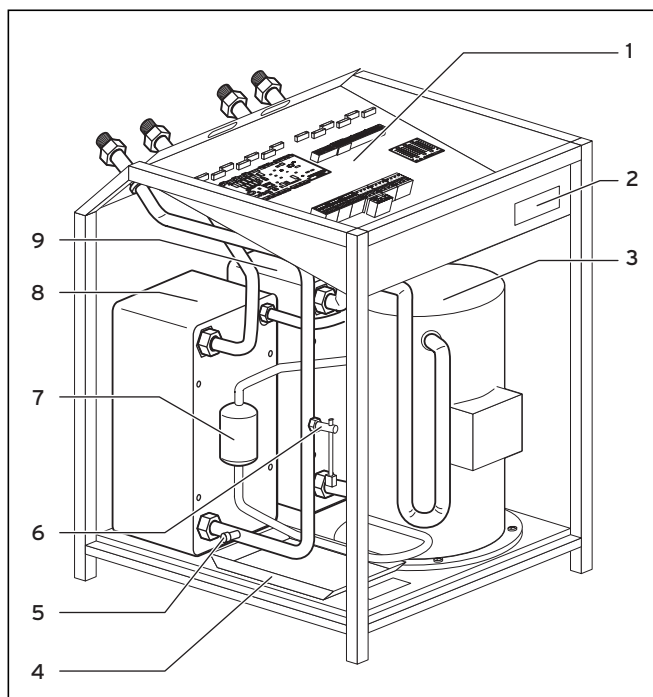

Abb. 2.7 VWV – Ansicht vorne geöffnet
Diese unterschiedlichen Temperaturen werden im Kältemittelkreislauf über einen Kompressor (2) und ein Expansionsventil (4) erzeugt, die sich zwischen dem Verdampfer und dem Kondensator befinden. Das dampfförmige Kältemittel strömt vom Verdampfer kommend in den Kompressor und wird von diesem verdichtet. Dabei steigen der Druck und die Temperatur des Kältemitteldampfes stark an. Nach diesem Vorgang strömt es durch den Kondensator, in dem es seine Wärme durch Kondensation an das Heizungswasser abgibt. Als Flüssigkeit strömt es dem Expansionsventil zu, darin entspannt es sich stark und verliert dabei extrem an Druck und Temperatur. Diese Temperatur ist jetzt niedriger als die der Sole die durch den Verdampfer strömt. Das Kältemittel kann dadurch im Verdampfer neue Wärme aufnehmen, wobei es wieder verdampft und zum Kompressor strömt. Der Kreislauf beginnt von vorn. Bei Bedarf kann über den integrierten Regler die Elektro-Zusatzheizung ggf. zugeschaltet werden. Um Kondensatanfall im Geräteinneren zu verhindern, sind die Leitungen des Wärmequellenkreislaufs und des Kältemittelkreislaufs kälteisoliert. Sollte doch Kondensat auftreten, wird es in einer Kondensatwanne (siehe Abb. 2.7) gesammelt und unter das Gerät geleitet. Tropfenbildung unter dem Gerät ist also möglich.
Legende zu Abb. 2.7